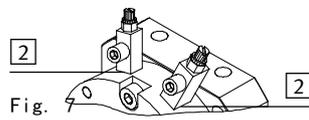

Fig. 7
- 请使用单向节流阀 GRLA 以调节摆动速度。将其直接旋紧到压缩空气接口 [2] 上 (Fig. 7)。